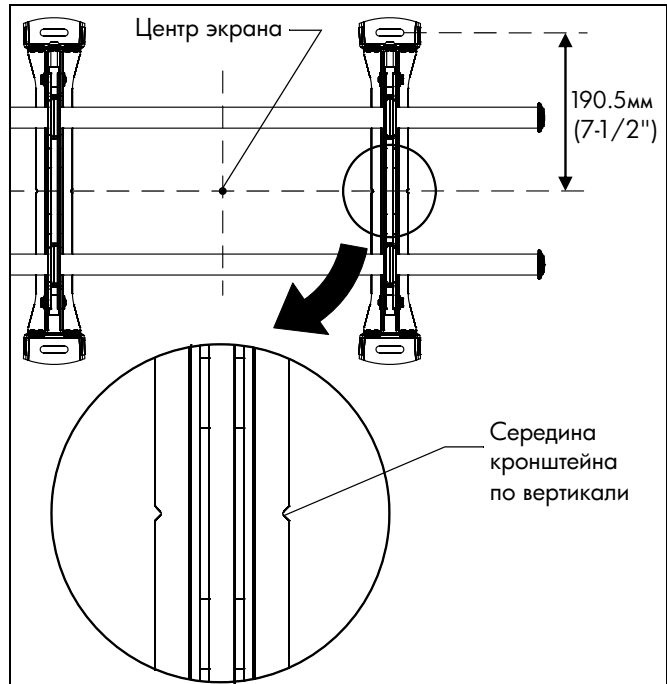

рис. 1
3. Совместите прорези на креплении с отметкой середины экрана, чтобы определить середину по вертикали. (См. рис. 1)
2. Совместите прорези на креплении с отметкой середины экрана, чтобы определить середину по вертикали. (См. рис. 1)
3. Отмерьте 190,5мм (7-1/2") вверх от средней линии и отметьте место верхнего монтажного отверстия. (См. рис. 1)